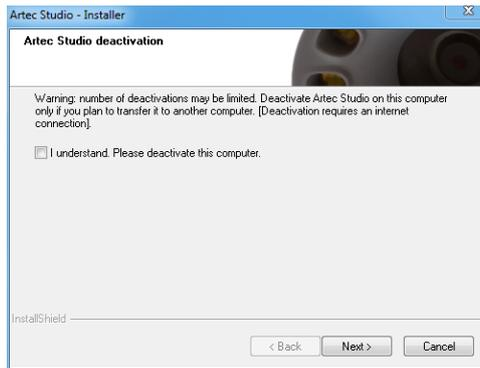

Figura 1.13: Disattivazione di *Artec Studio*
3. Verrà visualizzata una finestra di dialogo come quella mostrata in figura 1.13 - marcare la casella *I understand. Please deactivate this computer.*